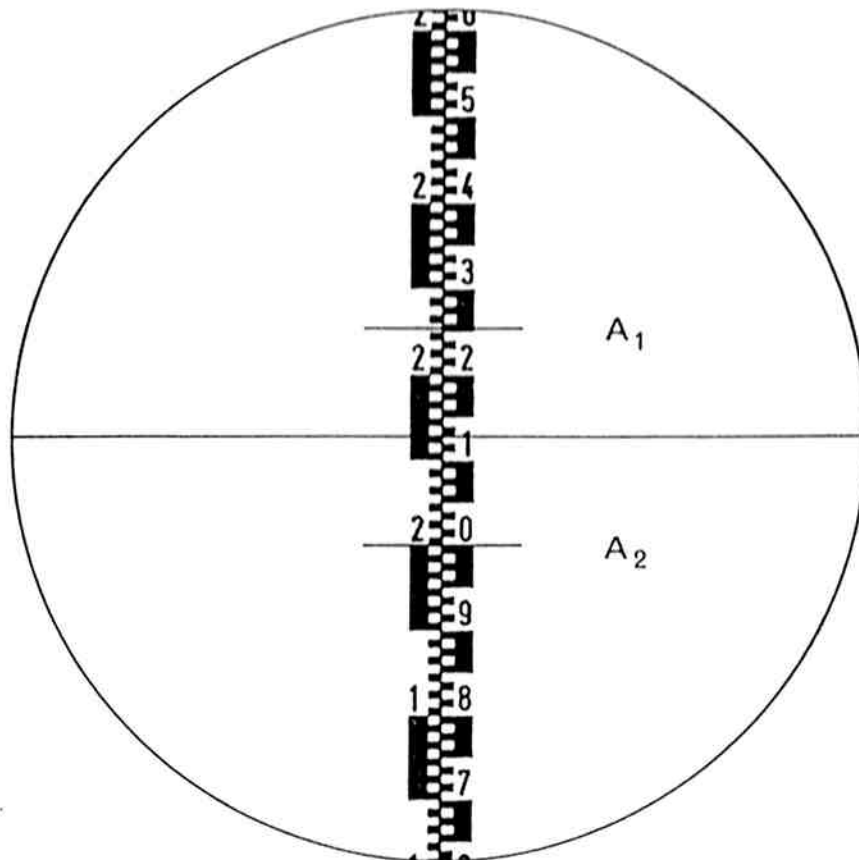

Bild 11 Distanzmessung mit einer Nivellierlatte
Das Fernrohr des T05 ist mit Distanzstrichen versehen, mit deren Hilfe man die Entfernung nach einer vertikal aufgestellten Latte messen kann (Bild 11). Nacheinander wird die Latte am oberen ( $A_1$ ) und unteren ( $A_2$ ) Distanzstrich abgelesen. Die Differenz der beiden Ablesungen ( $A_1 - A_2$ ) in Zentimetern entspricht bei horizontaler Visur der Distanz vom Instrument zur Latte in Metern (Multiplikationskonstante 100). Um die Rechnung zu vereinfachen, stellt man den unteren Distanzstrich auf 1,0 oder 2,0 m. Bei geneigten Visuren auch Vertikalkreis ablesen und Horizontaldistanz wie folgt berechnen:
Nivellierlibelle wie folgt montieren: Fernrohr in Lage I stellen (Richtglas unten). Deckel über dem Fernrohrkörper abschrauben (Bild 12 a). In das Gewindeloch hinter dem Objektiv Haltebolzen ganz einschrauben (Bild 12 b). Nivellierlibelle so aufstecken und anschrauben, daß der aufgeklappte Spiegel gegen das Fernrohrkular gerichtet ist (Bild 12 c–e). Anschließend Nivellierprobe durchführen und Libelle justieren gemäß 4.4. Zum Nivellieren erst Klemmen (12 und 17) lösen und Latte über Richtglas (14) anzielen. Fernrohr kippen, bis Vertikalkreisablesung etwa  $100^\circ$  bzw.  $90^\circ$ . Klemmen anziehen. Höhentrieb (15) drehen, bis die über den Klappspiegel beobachtete Libellenblase einspielt. Jetzt Lage des durchgehenden horizontalen Mittelfadens an der Latte ablesen (Bild 11: 212,8 cm).